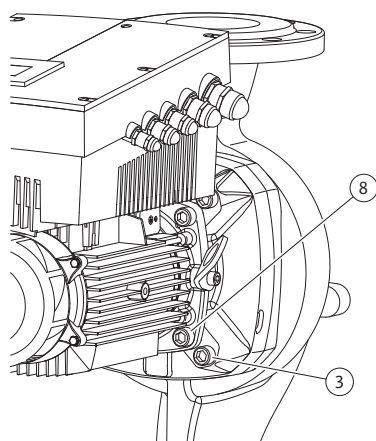

Fig. 49: Alternativ fastsättning av instickssatsen
- Lossa och ta bort skruvarna (Fig. 7, pos. 3). Beroende på pumptyp ska de yttre skruvarna (Fig. 49, pos. 3) tas bort. När skruvarna har tagits bort sitter instickssatsen (se Fig. 13) säkert i pumphuset. Inte heller när motoraxeln befinner sig i horisontellt läge föreligger någon vältrisk.
- Beroende på pumptyp ska skruvarna (Fig. 7, pos. 10) eller alternativt skruvarna (Fig. 49, pos. 8) lossas.
22. Skjut lanternan försiktigt över axeln och placera den på den gamla platsen eller i ett annat vinklat läge till motorflänsen. Observera komponenternas tillåtna monteringslägen (se kapitel 7.1 "Tillåtna monteringslägen och ändring av komponentplaceringen före installationen" på sidan 19). Fäst lanternan på motorflänsen med skruvarna (Fig. 7, pos. 10) **eller** – vid pumptyper/lanterntyper enligt (Fig. 49) – skruvarna (Fig. 49, pos. 8).